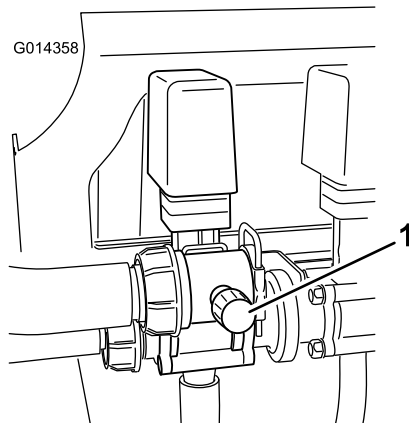

Bild 18
9. Stellen Sie das Umwälzungssicherheitsventil (Bild 18) hinten am Umwälzungsventil so lange ein, bis das Manometer 100 psi anzeigt.